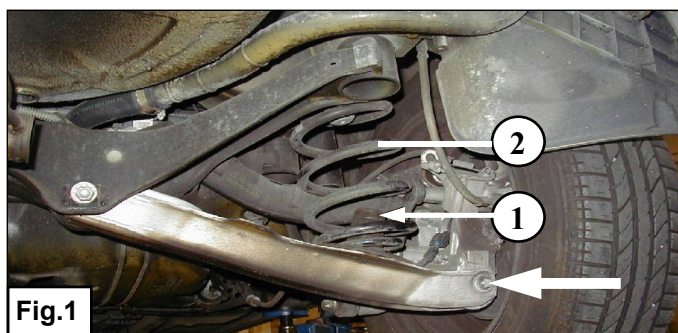

Fig.1
1. Unterstützen Sie den Tragarm und demontieren Sie den angegebenen Bolzen. **Achten Sie darauf dass der Tragarm unter Federspannung steht.** Sehe Fig. 1.
1. Soutenez le bras de suspension et démontez le boulon indiqué. **Attention : le bras de suspension est sous tension.** Voir fig. 1.
1. Stötta upp bäarmen och demontera bulten enligt bilden. **Kontrollera så att bäarmen spänner emot fjädern.** Se fig. 1.